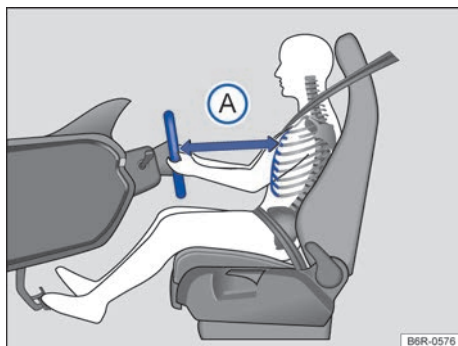
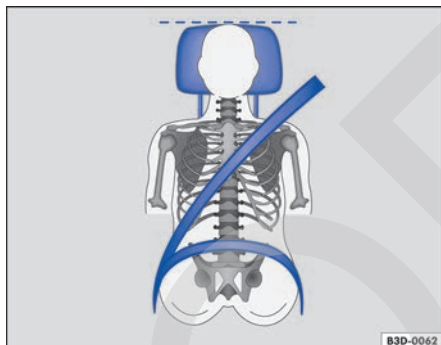

Fig. 31 La distancia correcta entre el conductor y el volante **A** debe ser de, como mínimo, 25 cm.
Fig. 32 Posición correcta de la banda del cinturón de seguridad y ajuste correcto del apoyacabezas.
- Ajustar el asiento para que la distancia entre éste y el tórax tenga como mínimo 25 cm → fig. 31 **A** y que el conductor pueda asegurar el volante por el borde externo con las dos manos y los brazos ligeramente doblados.
- Ajustar el asiento del conductor en la dirección longitudinal para que los pedales puedan ser activados con las piernas apenas arqueadas → fig. 31.
- Para los asientos con apoyacabezas: ajustar el apoyacabezas para que su borde superior se encuentre preferentemente en la misma línea de la parte superior de la cabeza → fig. 31 y → fig. 32; aunque no por debajo de la altura de los ojos. Posicionar la parte posterior de la cabeza lo más cerca posible del apoyacabezas.